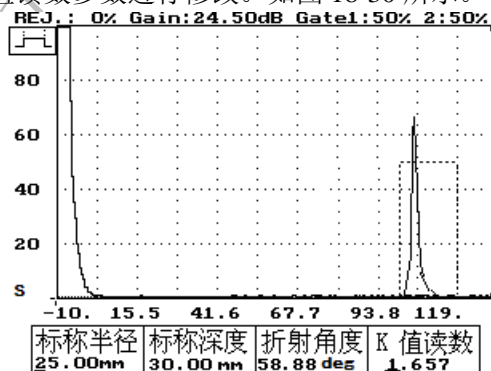

图 18-30
(1)、按进入键——退出 K 值校准的测试状态，同时在“K 值读数”参数下有一“—”光标，提示用户是否对 K 值读数参数进行修改。如图 18-30 所示。